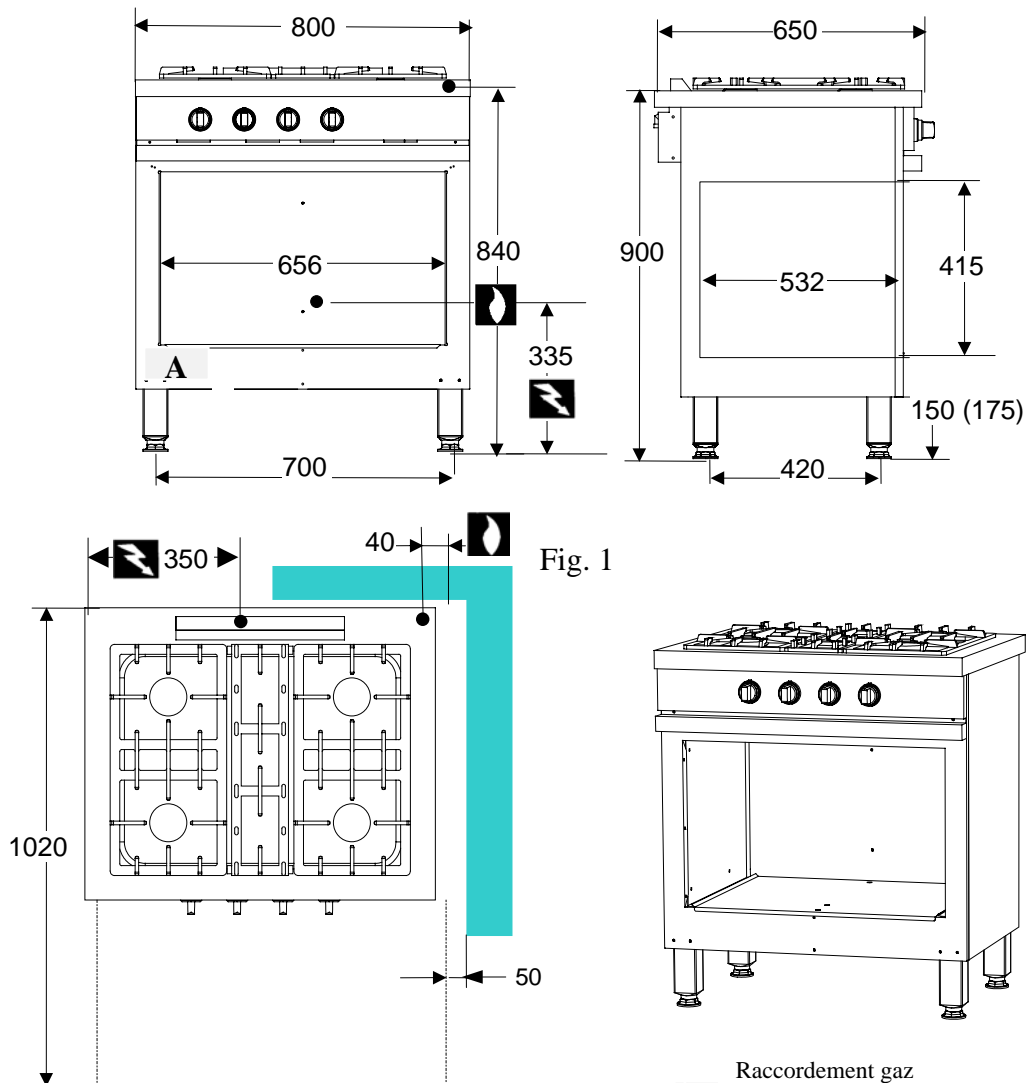

Fig. 1
- (FR)** - Le parfait état de propreté des canalisations, afin d'éviter l'obstruction des injecteurs et le dysfonctionnement des têtes magnétiques. Le gaz pour lequel l'appareil à été réglé : plaquette signalétique (**A** fig. 1) et marquage. La compatibilité de la section des canalisations d'alimentation avec la puissance de l'appareil (suivant fiche technique). La conformité du débit d'air neuf (voir tableau 1).
**(GB)** - Pipework is perfectly clean in order to prevent the injectors becoming blocked and malfunctioning of the magnetic heads. The gas for which the appliance was set up: rating plate (**A** fig. 1) and markings. Cross-sectional area of gas supply pipework is compatible with the appliance's thermal output (as per technical data sheet). Correct fresh air flowrate (See table 1).
**(NL)** - Of de buisleidingen volkomen schoon zijn, om verstopping van de injectors en storingen in de werking van de magneetkoppen te voorkomen. Voor welk soort gas het apparaat is ingesteld: zie konstruktieplaatje (**A** fig. 1) en markering. Of de doorsnede van de toevoerbuizen afgestemd is op het vermogen van het apparaat (zie technische gegevens sheet van het apparaat). Juiste doorvoerhoeveelheid verse lucht (zien tabel 1).
- (FR)** Raccord femelle Ø 15/21, filetage 1/2" gaz (fig. 1). L'arrivée de gaz n'est pas réversible.
**(GB)** Female coupling Ø 15/21, 1/2" gas thread (fig. 1). The gas supply connection is non-reversible as supplied.
**(NL)** Vrl. koppeling Ø 15/21, schroefdraad 1/2" gas (fig. 1). De gasaansluiting wordt niet-omkeerbaar geleverd.